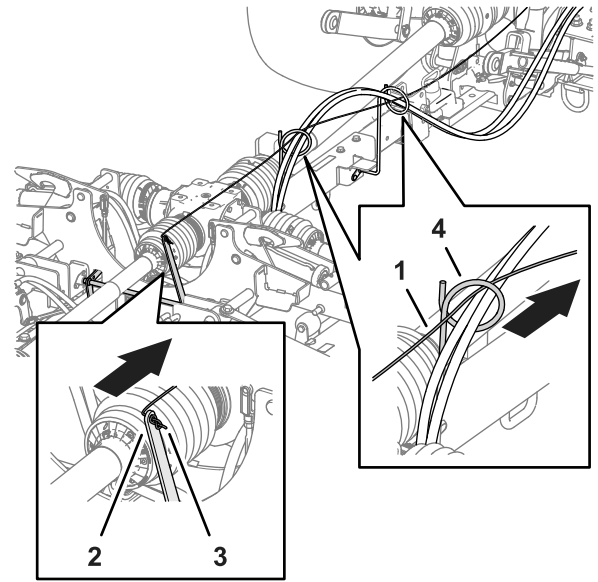

Figura 12
2. Enrute el extremo libre de la cuerda de bloqueo de las carcassas desde la palanca de bloqueo a través de las 2 guías de mangueras (Figura 12).